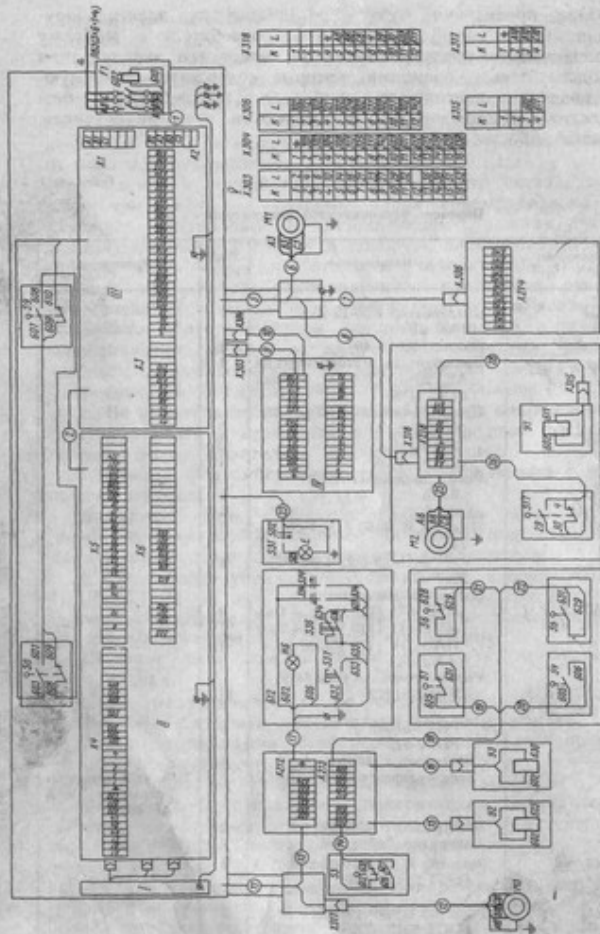

Рис. 19. Электрическая схема соединений станка.
3. Станок и устройства, входящие в его состав, могут оказаться под опасным напряжением, должны иметь надежное заземление. К заземляющему зажиму, установленному на вводе к станку в шкафу с электрооборудованием, должен быть подведен от сети заземляющий провод (провод или шина), рекомендуемого настоящим руководством сечения (см. рис. 19). Качество заземления должно быть тщательно проверено путем внешнего осмотра и измерения сопротивления между металлическими частями станка и зажимом для заземления, находящимся на вводе к станку. Сопротивление заземления не должно быть больше $0,1 \Omega$.